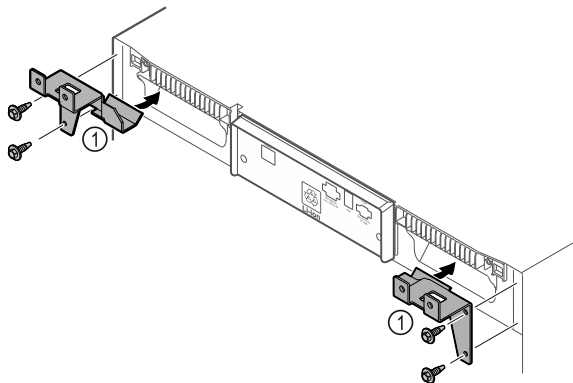

Fig. 12
- Montoni në pajisje pjesët mbajtëse Fig. 12 (1) me vidat vetëfiletuese.